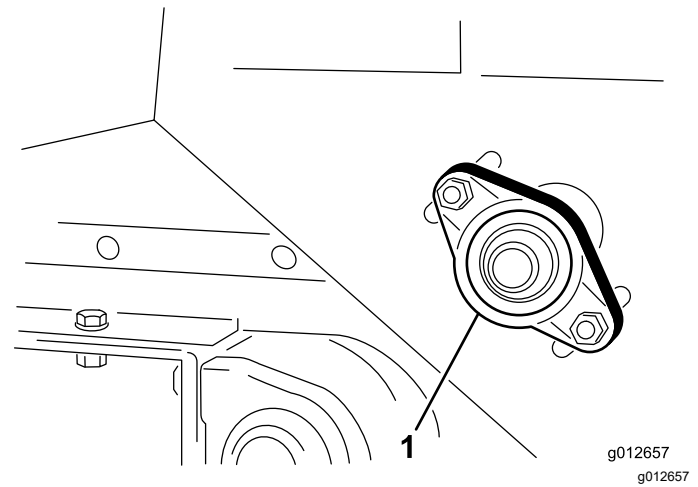

Figura 40
1. Allentate i dadi che fissano l'alloggiamento del cuscinetto (Figura 40) al lato destro della macchina.